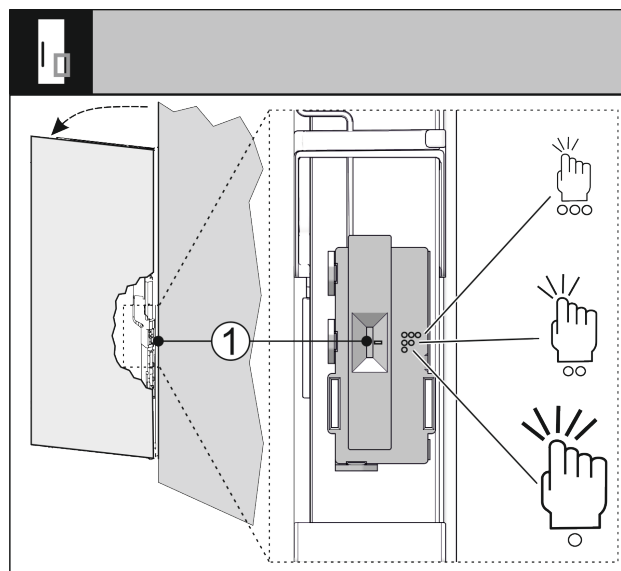

Fig. 71
Te saate koputussensori tundlikkust lülitilt Fig. 71 (1) seadistada. Lülitit asub šarniirküljel ukse alumises kolmandikus.
► Lükake lülitit Fig. 71 (1) soovitud lülitusasendisse.